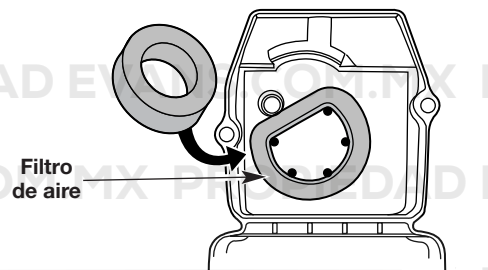

Fig. 23
1. Saque el filtro de aire del interior de la tapa (Fig. 23).
5. Vuelva a poner el filtro dentro de la tapa del filtro de aire (Fig. 23).